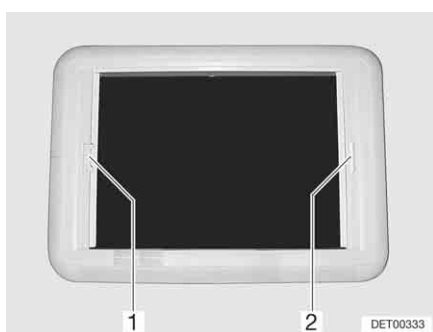

Bild 61 Heki-taklucka, rullgardinslås
- Mörklägningsrullgardinen dras med handtaget (Bild 61,2) till insektsnätets (Bild 61,1) handtag på den motsatta sidan, där det hakas in.
- Tag med den andra handen tag i insektsnätets handtag och tryck låslisten (Bild 61,1) mot handtaget. Spärren lossas.
- Drag, med handtaget (Bild 61,1), insektsnätet till mörkläggningsrullgardinens handtag (Bild 61,2) på den motsatta sidan, där det hakas i.
- Håll fast insektsnätets (Bild 61,1) handtag och tryck låslisten mot handtaget. Spärren lossas.